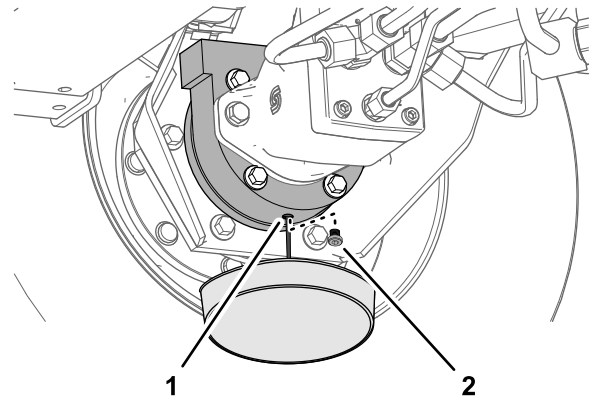

Figura 68
- Coloque un recipiente debajo del alojamiento del freno, retire el tapón de vaciado y deje que se drene el aceite totalmente (Figura 68).